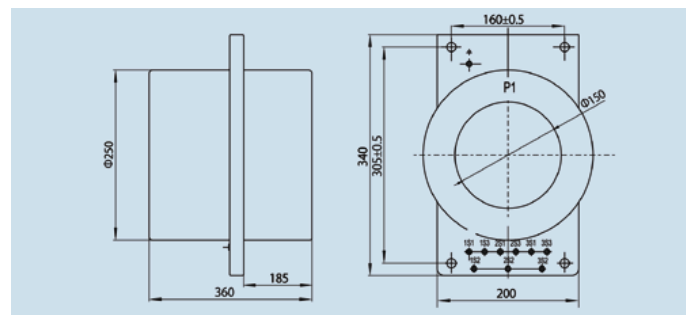

Рис. 5.2 Внешний вид и размеры трансформатора тока LMZJ-10Q2
5.2 Внешний вид и размеры трансформатора тока LMZJ-10Q2 (рис. 5.2)